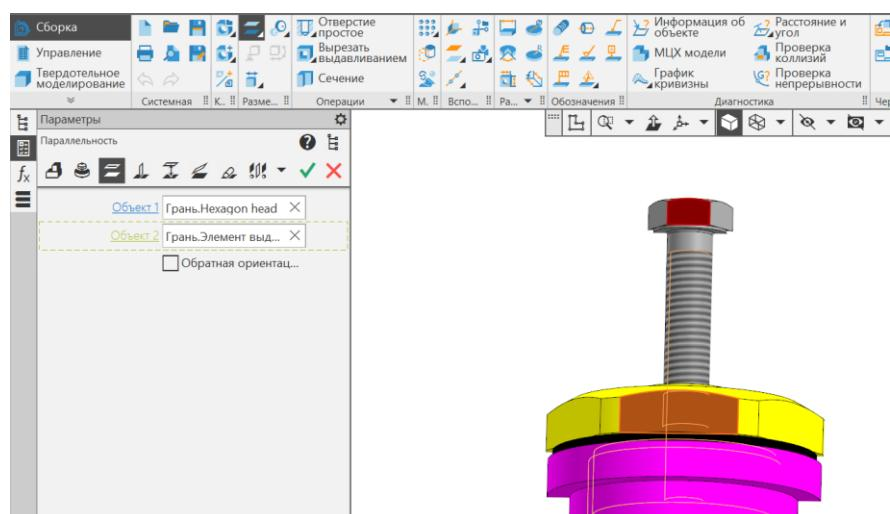

Рис. 40 Сопряжение «Параллельность» граней Винта и Крышки
**Параллельность** (рис. 40). Объект 1(Винт) – Грань. Шестигранная головка (Hexagon head). Объект 2 (Крышка) – Грань. Элемент выдавливания: 2.